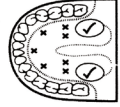

Figura 2
- Uso en boca:** Coloque el termómetro debajo de la lengua en la posición marcada "√" en la Figura 2. Cierre la boca y respire uniformemente por la nariz para evitar que la medición se vea influida por el aire inhalado/exhalado. Temperatura normal entre 35.7°C y 37.3°C (96.3°F y 99.1°F).